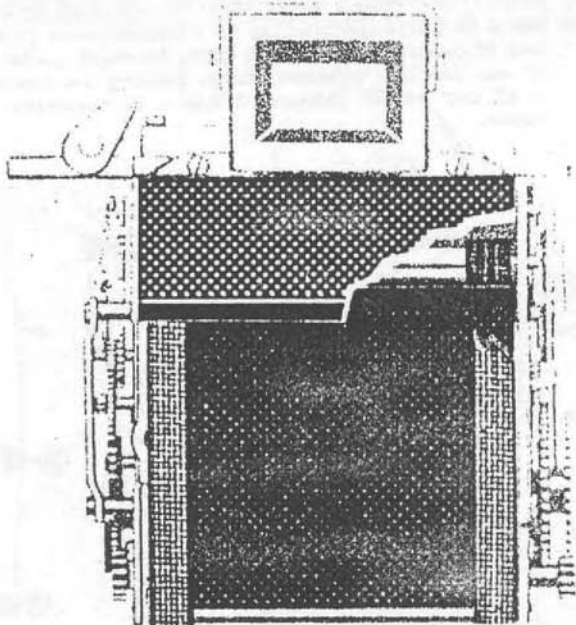

Abb. 7
- g) Rollostäbchen in markierte Stellung bringen (siehe auch Abb. 7, 9 und 10) und Ritzel (wie markiert) einsetzen und verschrauben (vorher Verschlussräder 370.07 U 7 und 370.07 U 8 nach links bis zum festen Anschlag drehen, dabei Verschlussauslösehebel 370.07 - 11 ausklinken).
- k) Rollwelle für erstes Rollo nach links drehen, bis Rollstäbchen, wie in Abb. 7 angegeben, zu stehen kommt. In dieser Stellung Ritzel einsetzen und verschrauben.
- l) Rollwelle für zweites Rollo nach links drehen, bis Rollstäbchen des zweiten Rollos unter dem Rollstäbchen des ersten Rollos zu stehen kommt (Deckung beachten). In dieser Stellung Ritzel einsetzen und verschrauben (s. Abb. 7).
- a) Rollos 370.03 U 5 und 370.03 U 9 müssen so gesetzt sein, wie unter C. 3. Beseitigung bestimmter Fehler, Rollos unbrauchbar, beschrieben (s. Abb. 7). Vorschrift muß eingehalten werden, weil davon zum großen Teil die Gleichmäßigkeit des Verschußablaufes abhängt. Rollos stehen dann so, wie